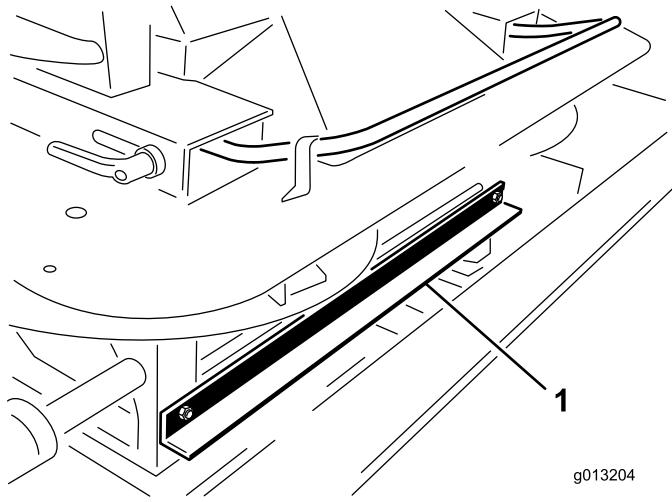

Рисунок 4
- В передней части двухдискового разбрасывателя отверните два болта и две гайки, которые крепят транспортировочный кронштейн подъемного устройства машины (Рисунок 4).